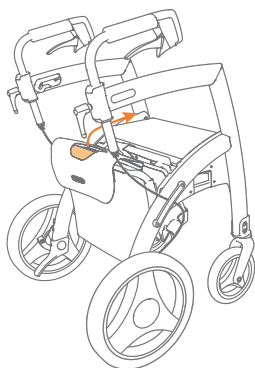

Figure 40: Tirez le dossier vers le haut et vers l'avant.
- b. Pour convertir le déambulateur en fauteuil roulant électrique, le kit doit être tiré vers le haut. Prenez la poignée du kit fauteuil roulant et tirez légèrement vers le haut et vers l'avant jusqu'à la moitié du cadre **(Figure 40)**.